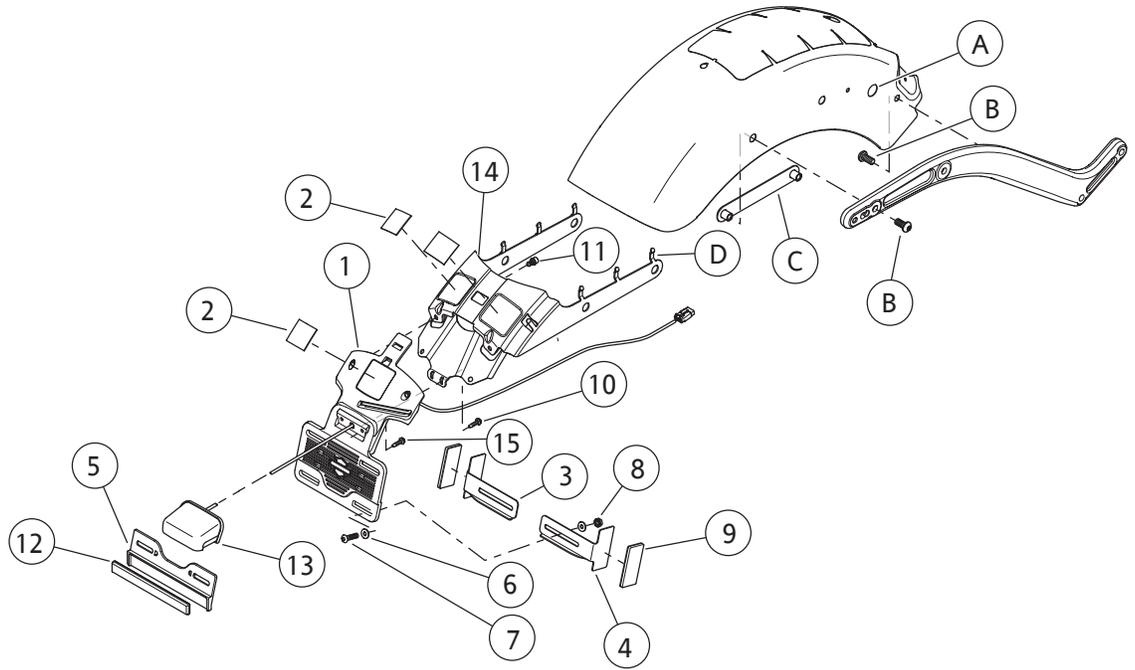

图2。维修零件：车牌重新定位套件
参见图2和表2。
1. 参见图2。将车牌支架组件放入位置，然后安装挡板安装架(C)。